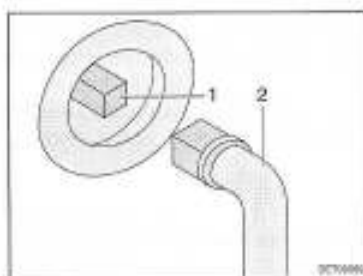

Fig. 180 Utilisation du robinet d'évacuation des eaux usées
- Insérer la clé (Fig. 180,2) sur la vis à quatre pans (Fig. 180,1).